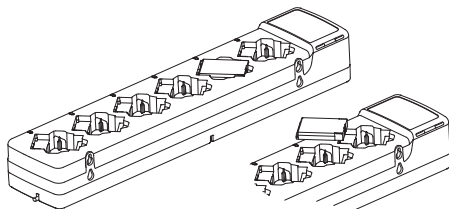

図 2: 単体のバッテリーの充電
4. 単体のバッテリーを充電するには、以下のようにしてバッテリーを充電器ポケットに入れます（図2を参照）：